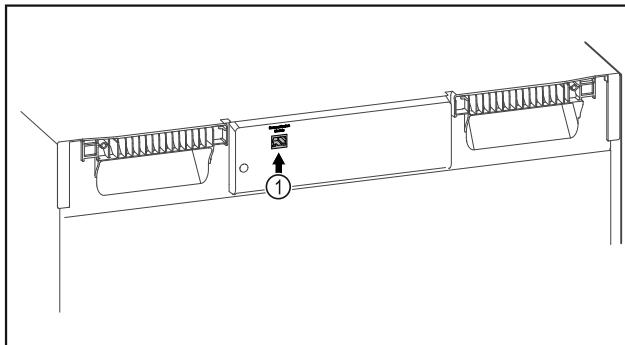

Fig. 106
- ❑ SmartModule Fig. 106 (1) ist eingesetzt.